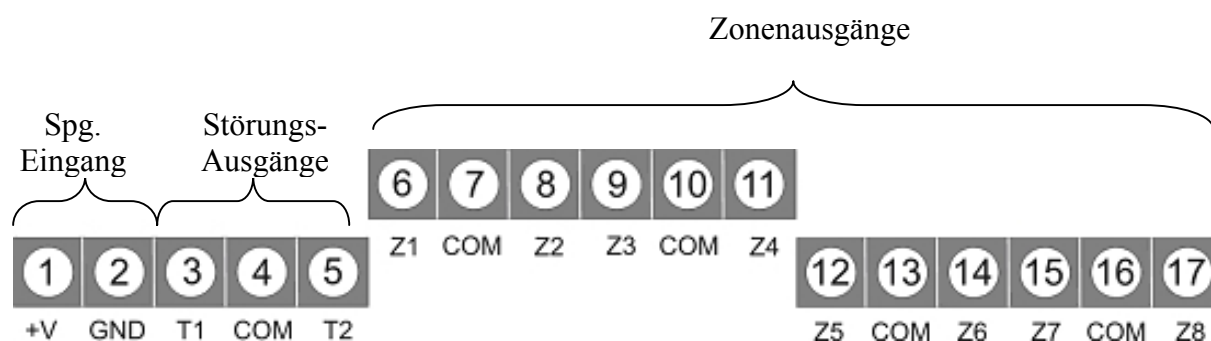

Bild 6: Verwendung der Anschlussklemmen
3. Versorgen Sie den Empfänger mit 9 bis 13,8 V Gleichspannung, um die Sender einzulernen – *siehe Bild 6: Anschlussklemmen und Tabelle 1: Belegung der Anschlussklemmen*